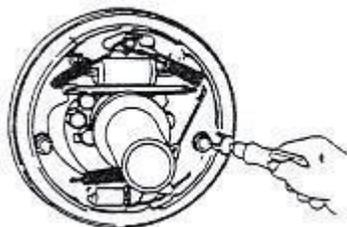

Рисунок 2-11
- (1) Снимите опорный штифт, регулирующую планку, регулировочное устройство и пружину вспомогательной тормозной колодки. См. Рис. 2-11